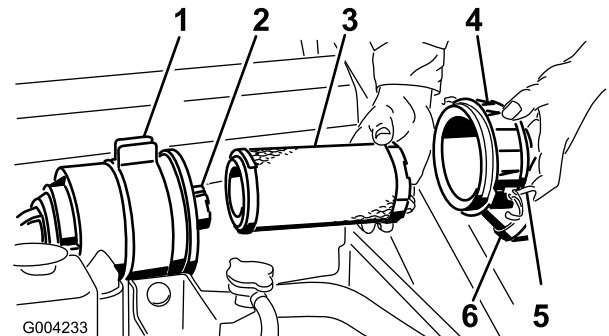

Figura 34
3. Abra los cierres del limpiador de aire y tire de la tapa del limpiador de aire para separarla de la carcasa del limpiador de aire (Figura 34).
6. Extraiga con cuidado el filtro primario del cuerpo del limpiador de aire (Figura 34). Evite golpear el filtro contra el lado de la carcasa.